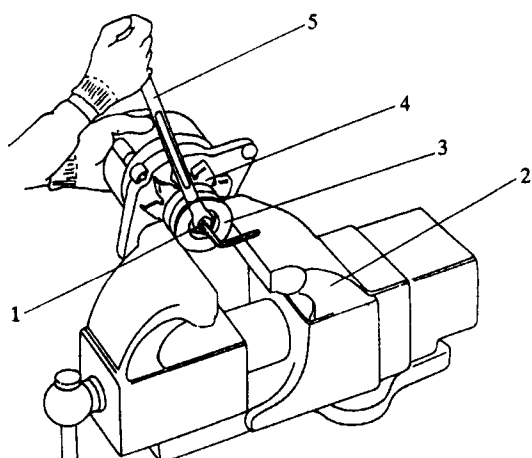
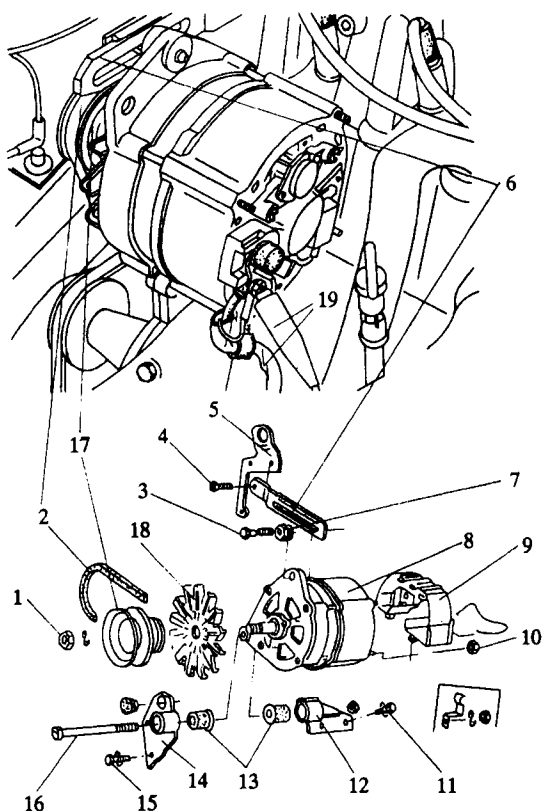

图 1-9 皮带轮的拆卸
图 1-8 发电机的拆卸
①发电机从车上的拆卸,如图 1-8 所示。拆下发电机导线 19,旋松发电机调整臂调整螺栓 3 和调整螺母 7,使传动皮带 2 松弛后拆下;旋下调整臂安装螺栓 4,取下调整臂 6;旋下螺栓 16 及螺母 10,从发动机上取下发电机 8;旋下螺栓 11、15,取下发电机安装支架 12 和 14,再从支架 12 和 14 上冲出缓冲套 13。
②皮带轮的拆卸,如图 1-9 所示。用虎钳 2 夹住皮带轮 3,从发电机上旋下螺母 1,取下皮带轮 3 和风扇 4,再从发电机上拆下护罩(见图 1-8 件 9)。
⑤如图 1-9 所示,用虎钳 2 夹住皮带轮 3,用工具 5 旋紧螺母 1,力矩 $40\text{N}\cdot\text{m}$ 。
⑥如图 1-8 所示,将发电机 8 装到发动机上,并按图 1-21 所示,检查传动皮带的挠度,即用弹簧加力器 1 向传动皮带 2 施加 $40\sim 50\text{N}$ 的压力,传动皮带 2 的挠度(在水泵 4 与发电机 5 之间的中点上)应在 $8\sim 12\text{mm}$ 之间。若用拇指压下时,传动皮带 2 挠度 3 应为 2mm (新皮带)或 5mm (旧皮带)。